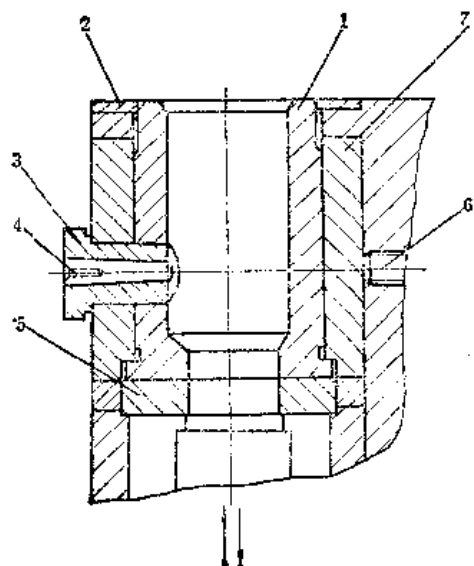

图6-1-11 立式压铸机的压室
(2) 立式压铸机的压室 图6-1-11所示，可看出其结构和工艺性的复杂程度。